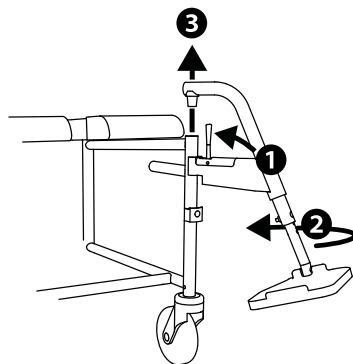
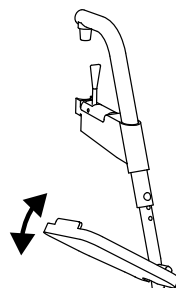

Abb.14
Abb.15
3. Ziehen Sie zum Abschwenken der Beinstützen den Hebel zum Rahmenrohr (1, Abb.14) und schwenken die Beinstütze gleichzeitig nach außen (2, Abb.14).
4. Die Beinstütze kann dann nach oben abgenommen werden (3, Abb.14).
2. Zum leichteren Ein- und Aussteigen können die Fußplatten hochgeklappt werden (Abb. 15) oder die gesamte Beinstütze nach außen abgeschwenkt werden (Abb. 14).